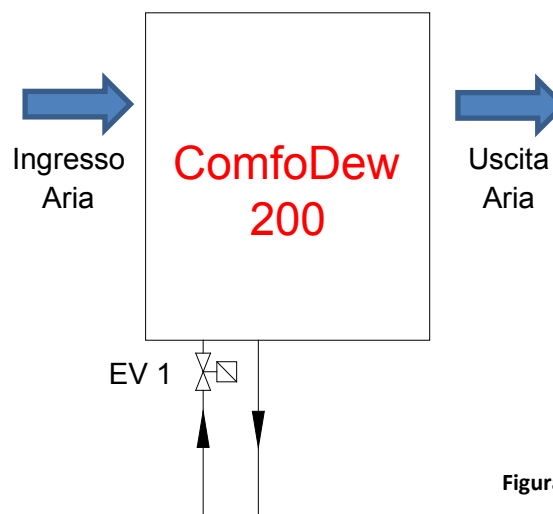

Figura 3
- Installare un'elettrovalvola di tipo On-Off con alimentazione 230V come da figura 3.